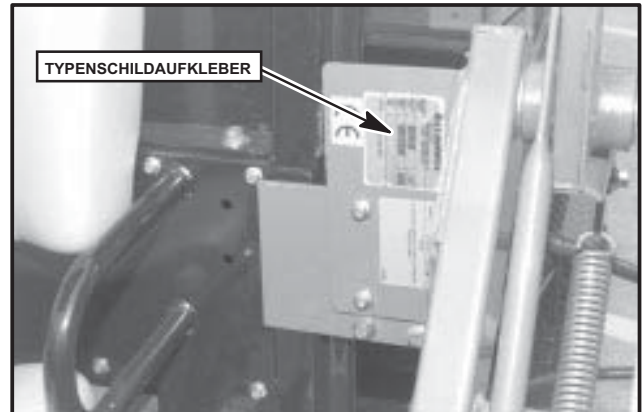
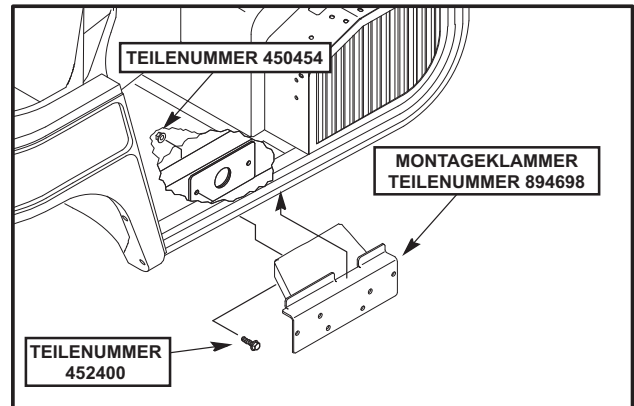

Abbildung 1
Abbildung 7
Die Teilenummer und Seriennummer des Zubehörteils sind auf den Typenschildaufkleber aufgedruckt, der sich am Hauptrahmen befindet (siehe Abb. 1).
1. Setzen Sie den schwarzen Montagewinkel (Teilenummer 894698) in die bestehenden Bohrungen des Fahrzeugrahmens wie in Abbildung 1. Sichern Sie die Verbindung mit zwei (2) M10-1,50 x 30 Schrauben (Teilenummer 452400) und zwei (2) M10-1,50 Muttern (Teilenummer 450454) (siehe Abb. 7 & 8).